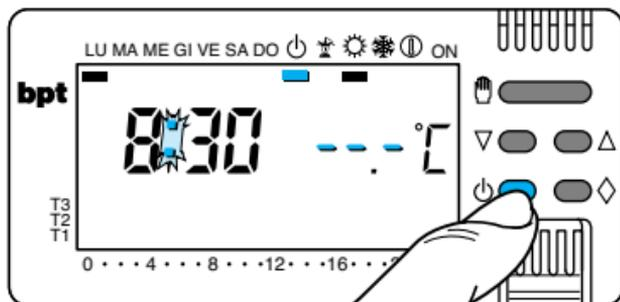

Fig. 63
*Il segmento attivo sotto ⏻ conferma l'esclusione di THERMOPROGRAM dal controllo dell'impianto e scompare il grafico del programma (fig. 63).